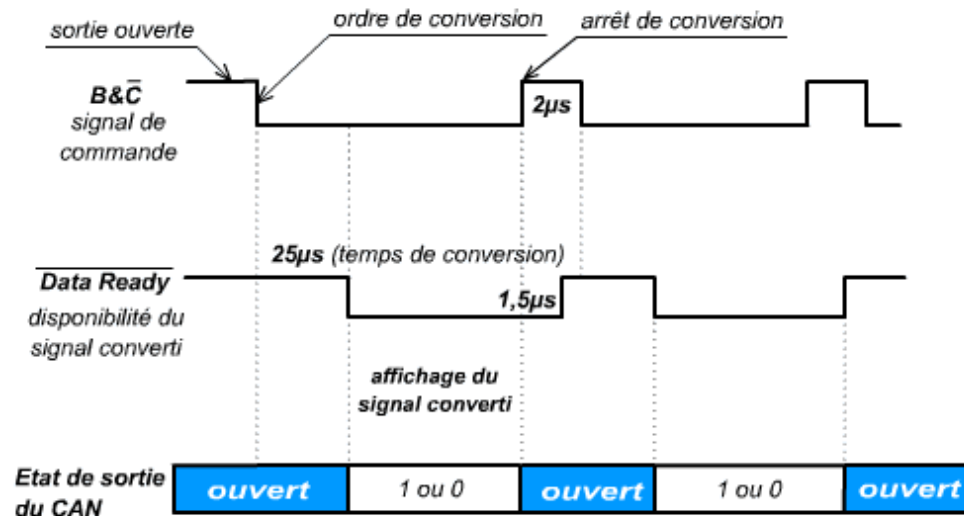

Figure 3.7: Diagramme temporel de fonctionnement du CAN 7570
La figure 3.7 représente les séquences de fonctionnement du CAN:
- 5- L'échantillonneur-bloqueur AD482 associé au CAN AD7570, conformément au schéma de la figure 3.7 permet d'acquérir un signal de 10 V en moins de 10µs avec une dérive inférieure à 100µV/ms.